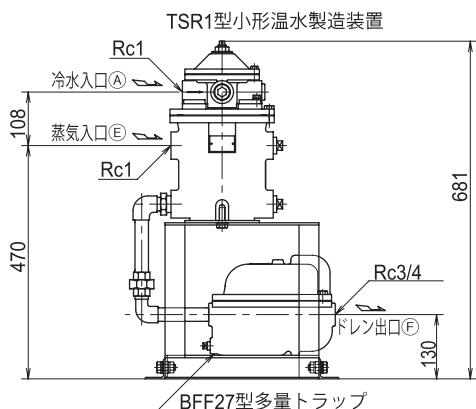

図2 TSR1型の外観・寸法図
■作動説明 (図2・図3の構造・寸法図も参照)
- (1) 冷水入口Ⓐから入って来た冷水は①点で二方向に別れ、一方は混合弁のダイヤフラム室上部Ⓑに接続され、他の方は熱交換器のコイルを通って熱交換されて高温水となり、混合弁の高温水入口Ⓒに接続されています。
- (2) 温水が使用されるまで、混合弁はばねによって閉弁しておりますが、温水が使用され始めると冷水入口Ⓐの冷水圧力と温水出口Ⓓ(ⒷⒷ)の吐出圧力との差圧を混合弁のダイヤフラム室Ⓓ(Ⓐ)で検出し、自動的に弁開度を調整し、冷水と高温水の混合割合を変えて希望する温度の温水を混合弁の温水出口Ⓓ(ⒷⒷ)から使用箇所に送ります。
- (3) 一方、蒸気は熱交換器の蒸気入口Ⓔから本体内に入りコイル内の冷水と熱交換を行い、ドレンとなってドレン出口Ⓕを通りBFF27型多量トラップの出口Ⓕから排出されます。
- (4) 設定温度はロックナットⒹを1/4回転程度緩めて弁体の上部Ⓐを高温側又は低温側に回すことにより、容易に上昇又は下降できます。温度設定後はロックナットⒹをしっかりと締めます。
- (5) 本装置は全く機械的に高温水と冷水の混合量を変える機構のため、冷水温度が大幅に変化しますと装置出口の温水温度も若干変化します。通常は冷水温度の変化は大きくなないので、温水温度はほとんど影響を受けないとみて差し支えありません。ただし、夏と冬とでは冷水温度の変化が大きくなりますので、温度設定を変える必要がある場合もあります。